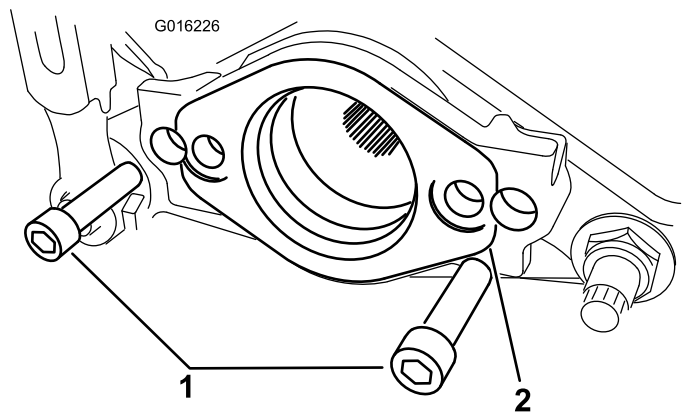

Figura 5
- Se state installando il kit su una macchina TriFlex, togliete i 2 bulloni che fissano il supporto del motore all'apparato di taglio. Rimuovete il supporto motore (Figura 5).